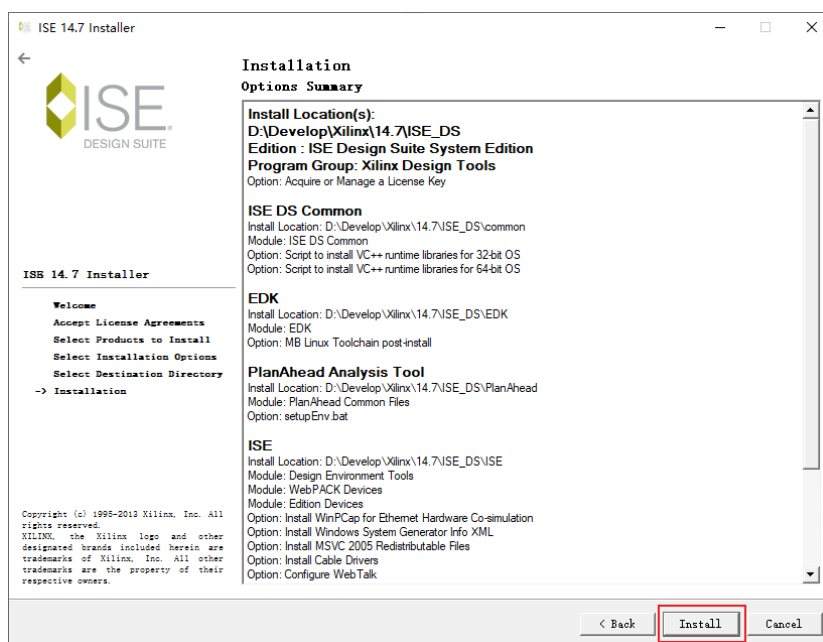

图 1-9 安装选项概览
9) 安装选项概览页面，确认无误后，点击“Install”按钮开始安装，如图 1-9 所示。